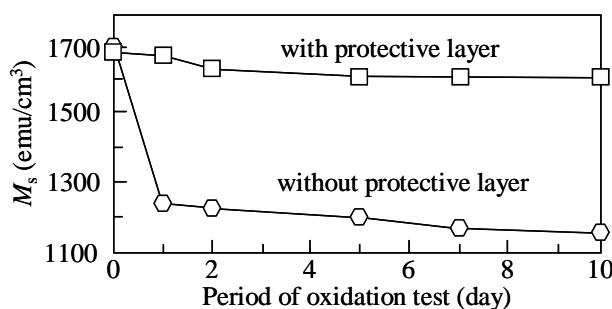
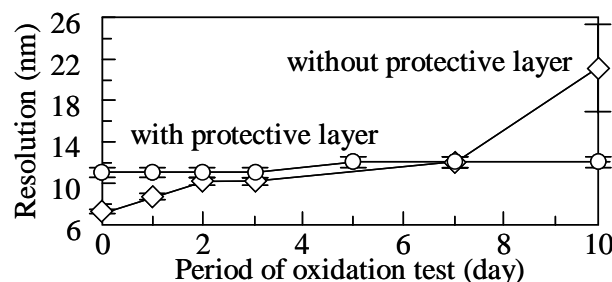

Fig. 1 Saturation magnetization values of Fe films without and with C protective layer deposited on flat Si substrates.
Fig. 3 Resolutions of MFM tips coated with Fe films without and with C protective layer.
**実験結果** Fig. 1にSi基板上に形成したC保護層有りおよび無しのFe膜の飽和磁化 ( $M_s$ ) の酸化試験経過日数依存性を示す。保護層無しの膜では、1日経過で $M_s$ が急激に減少し、日数の増大に対応して継続的に減少する傾向が確認される。一方、保護層有りの膜の $M_s$ は、ほぼ一定値を保っていることが分かる。次に、分解能評価を行うために、500~1800 kFCIで記録された試作垂直媒体のMFM観察を行った。Fig. 2(a)に酸化試験前の保護層無しのMFM探針を用いて観察を行った結果を示す。また、Fig. 2(b)には、記録ビット像のパワースペクトルを示す。1700 kFCI (ビット長: 14.9 nm) までは、ビット像およびパワースペクトルにおけるピークを確認することが出来る (Fig. 2(a-4), (b-4))。しかしながら、1800 kFCI (ビット長: 14.1 nm) で記録されたビットを識別することはできない (Fig. 2(a-5), (b-5))。したがって、分解能は  $14.9/2=7.5$  nm と  $14.1/2=7.1$  nmの間の  $7.3\pm 0.2$  nmと評価できる。Fig. 3にC保護層有りおよび無しのMFM探針の分解能の酸化試験経過日数依存性を示す。保護層無しの場合、被覆磁性膜の酸化に伴い、分解能が低下していることが分かる。一方、C保護層を用いることで、酸化耐性が向上し、恒温恒湿槽に保管を継続しても、分解能がほぼ一定に保たれていることが分かる。当日は、保護層の種類が分解能の酸化耐性に及ぼす影響についても報告する。